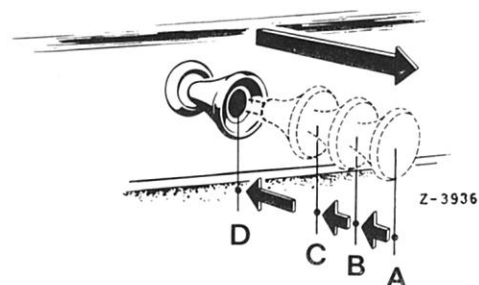

Bild 07–3/10
3 Motor im Leerlauf laufen lassen. Starterzug am Armaturenbrett auf Stellung „A“ ziehen. Beim Starterzug mit einer Raste auf Stellung „B“ und beim Starterzug mit zwei Rasten auf Stellung „C“ drücken, dann mit der Starter-Einstellschraube (6) eine Drehzahl von 1700–1800 U/min einstellen (Bild 07–3/9 und 10).